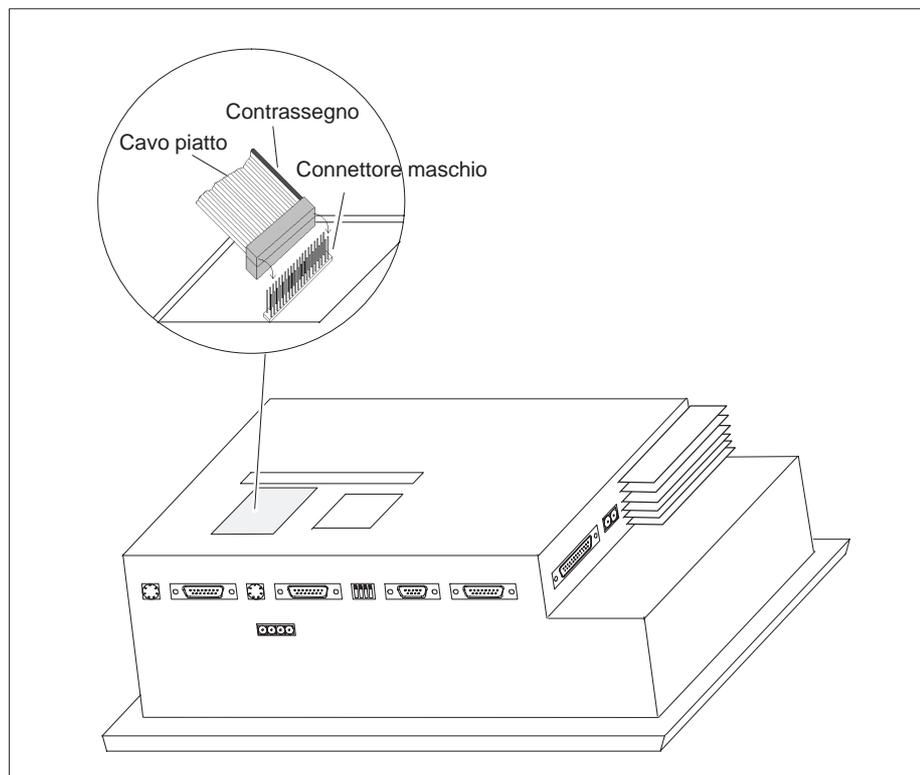

Figura 17-6 Collegamento del Control Panel Interface (esempio TP37)
- Inserire il connettore del cavo piatto del CPI sul connettore maschio del Touch Panel con la parte colorata rivolta verso il centro dell'apparecchiatura come mostrato (vedi, per il TP37, figura 17-6).